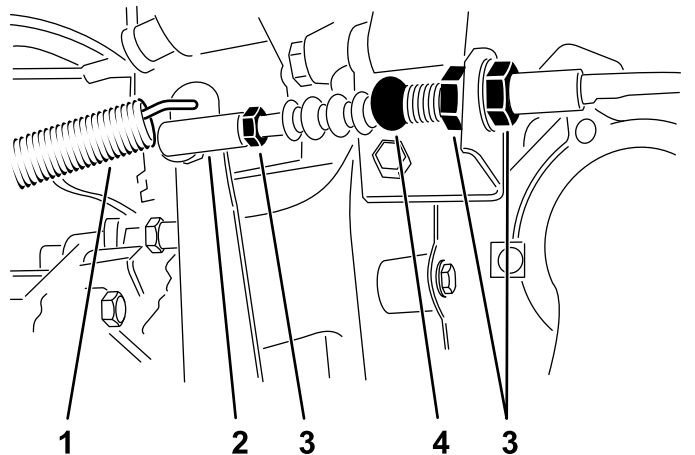

図 63
1. クラッチケーブルをベルハウジング上のブラケットに固定しているジャムナットをゆるめる **図 63**。